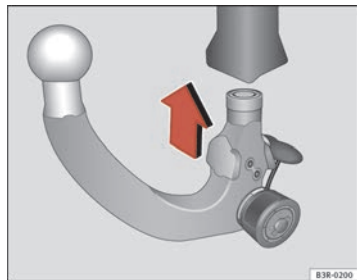

Abb. 158 Abnehmbare Anhängervorrichtung: Kugelstange einsetzen
- Führen Sie die vorgespannte Kugelstange in den Aufnahmebohrer ein und drücken Sie sie in Pfeilrichtung ⇒ Abb. 158 nach oben ⇒ ⚠. Der Verriegelungsvorgang erfolgt automatisch. Dabei muss ein deutliches Einrastgeräusch hörbar sein.